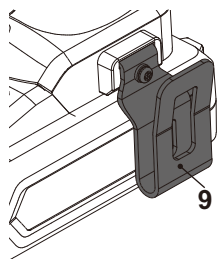

Fig. 10
- > Enganche el clip para el cinturón (9) en la ranura y fíjelo con un tornillo (Fig. 10).